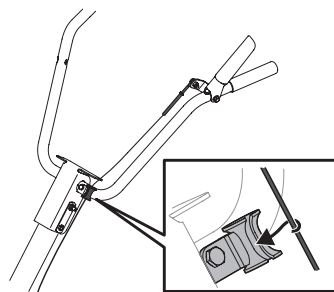

Figura 7
5. Cuando la palanca está en su lugar, insertar el cable del embrague en la guía de cable en el manija como se muestra en Figura 7.